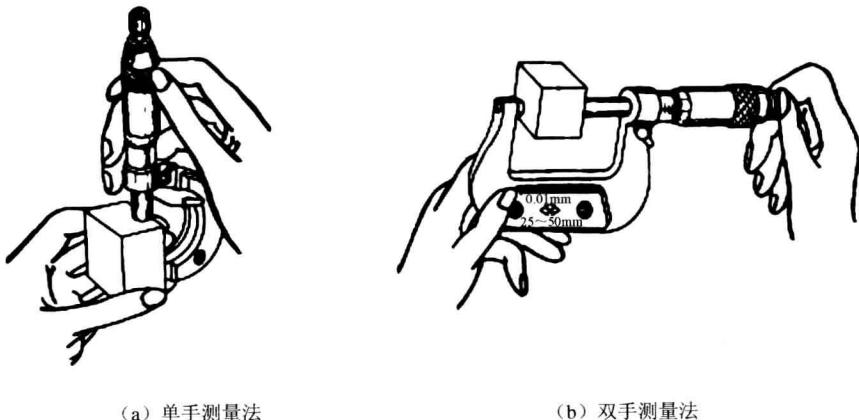

图 1-18 千分尺使用方法
(2) 千分尺的使用方法
① 按被测工件的直径（宽度、厚度）尺寸选择千分尺的规格。例如，被测厚度为 21mm，属 0~25mm 范围， $\phi 30\text{mm}$ 则属 25~50mm 范围。
② 零位前两测量面须擦干净。转动棘轮，当两测量面接触后发出“嗒嗒”的响声时，停止转动棘轮，检查零位线是否对准。若零位线有偏差，则应重新擦干净后再复核一次，若确系零位偏差则应送计量部门进行校准后方可使用。
③ 测量时千分尺两测量面和工件被测表面均应擦干净，然后转动棘轮，使两测量面之间的张开距离略大于被测工件尺寸。
④ 如图 1-18 (a) 所示，左手握住尺架，右手大拇指和食指握住棘轮并使两测量面与工件保持垂直，然后转动棘轮并作轻微的摆动以便千分尺测量面接触工件，如图 1-18 (b) 所示。测量时测量面与工件被测表面平行，最小读数值为工件的正确尺寸。厚度尺寸一般至少要测三点，以检查两端面是否平行。